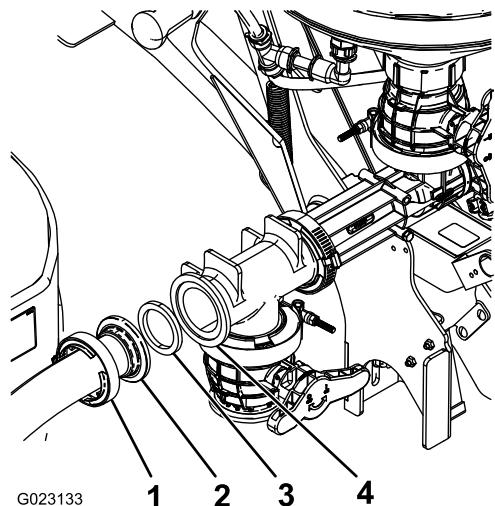

Figura 16
2. Instale a outra extremidade do tubo à abertura virada para a frente do misturador utilizando uma junta e uma braçadeira de tubos (Figura 16).